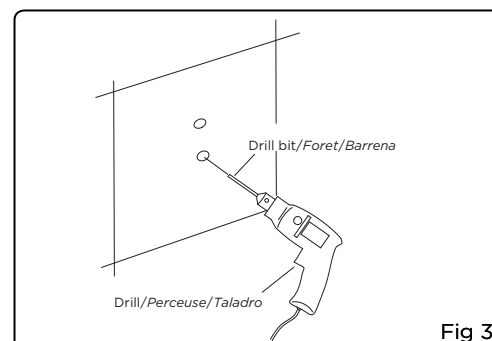

Fig 3
3. À l'aide d'un foret, percer légèrement les quatre trous. CONSEIL: INSTALLER UN POTEAU, PUIS ASSEMBLER LA BARRE DE MONTAGE. VÉRIFIER LA POSITION DU TROU DU SECOND POTEAU AVANT DE PERCER (fig. 3).
3. Use la broca para taladrar 4 orificios. DESPUÉS DE INSTALAR EL PRIMER MONTANTE, ENSAMBLE LA BARRA Y CONFIRME LA POSICIÓN DEL SEGUNDO MONTANTE ANTES DE TALADRAR (fig. 3).